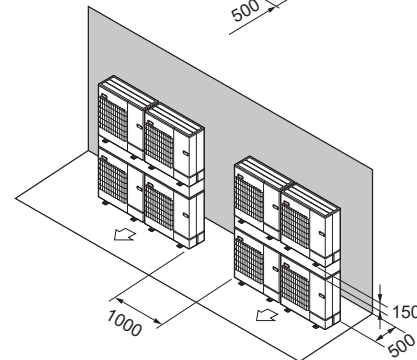

Fig. 2-19
- ⑦ Anlagen in gestapelter Anordnung (Fig. 2-19)